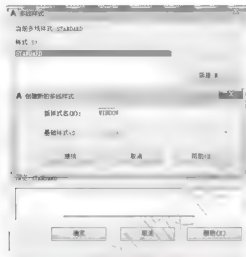

图 2.78 创建新的多线样式
(1) 执行菜单栏中的【格式】|【多线样式】命令,弹出【多线样式】对话框。单击【新建】按钮,弹出【创建新的多线样式】对话框,如图 2.78 所示。在【新样式名】文本框内输入“WINDOW”,单击【继续】按钮,弹出【新建多线样式: WINDOW】对话框。